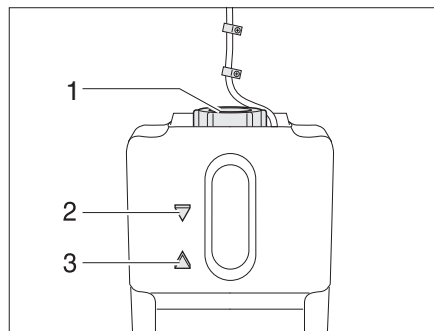

Fig. 363 Vaso d'espansione del riscaldamento ad acqua calda
- Controllare se il livello del liquido nel vaso d'espansione (Fig. 363) è tra la riga del "MIN" (Fig. 363,3) e del "MAX" (Fig. 363,2).
- Aprire il coperchio (Fig. 363,1) del vaso di espansione.